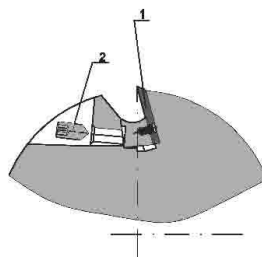

Рис.2
- заточка инструмента с механическим креплением ножей из инструментальной быстрорежущей стали производится путем переточки на плоскошлифовальном станке всех ножей, входящих в комплект. Для установки переточных ножей необходимо почистить посадочное место в корпусе фрезы. После этого установить переточенные ножи (поз. 1 рис. 2) до упора в радиальном направлении. По торцу нож базируется до установочного винта. При отсутствии установочного винта, чистый инструмент устанавливается на шлифовальной плите или плоскости стекла и, тогда выставляют ножи по торцу до упора;
- после установки ножа необходимо затянуть крепежные винты (поз. 2 рис. 2). Инструмент готов к дальнейшей работе.